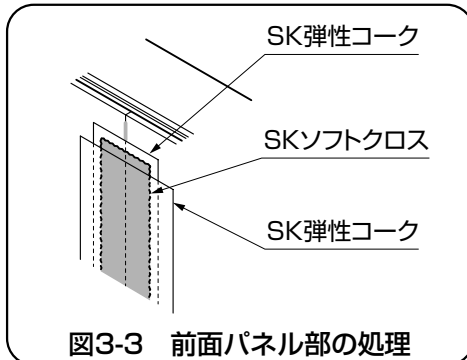
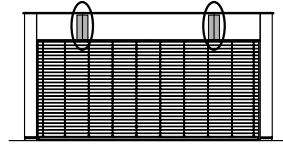

図3-3 前面パネル部の処理
図3-4 ワイドシャッターCタイプ正面図
①ワイドシャッターCタイプの目地処理部は、側壁部分の出隅部に前面パネル部が加わります。(図3-3、図3-4参照)